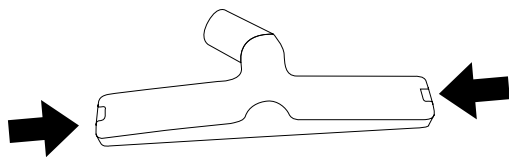

Fig. 7 – Travas laterais para instalação dos acessórios
- O bocal multiuso permite a utilização com a escova para aspirar materiais sólidos ou sem escova para aspirar líquidos. Para instalar estes acessórios (para sólidos ou líquidos) basta pressionar as travas laterais, conforme mostra a Fig. 7;